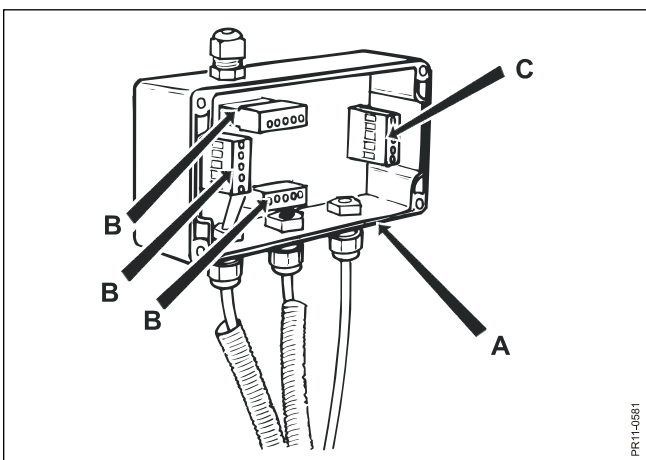

Fig. 9.10
Fig. 9.10 Ved svejsning må der **aldrig nogensinde** kunne løbe strøm igennem en vejecelle. Det undgås ved at åbne samleboksen (A) og demontere stik for vejeceller (B) og stik for instrument (C).